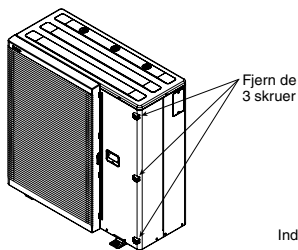

Fig. 6-1
1. Fjern de 3 skrue, der er fastgjort til kabinetets frontplade. (Fig. 6-1)